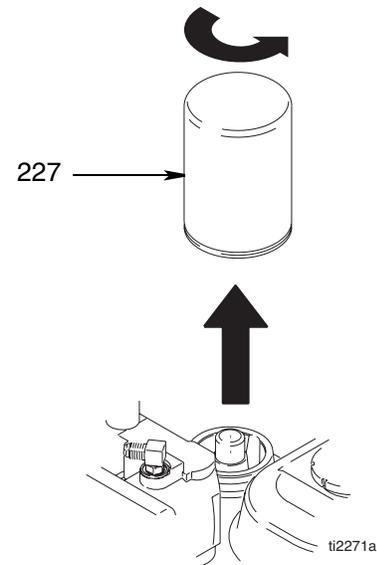

ABB. 6
3. Ablaufstopfen (202) entfernen, Seite 21. Hydrauliköl auslaufen lassen.
4. ABB. 6. Filter (227) langsam abschrauben - Öl fließt in die Rille und läuft an der Rückseite aus.